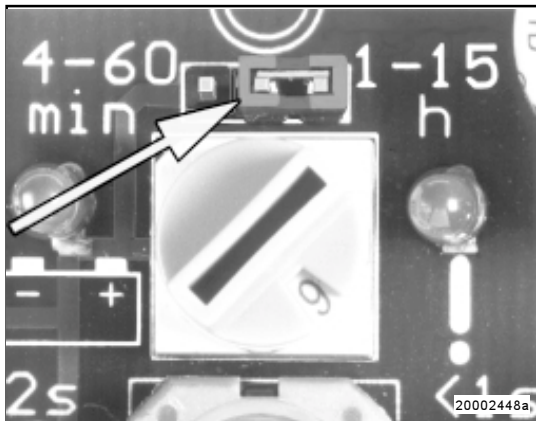

Abb. 15 - Vorwahl der Zeitbereiche
- Die Zeitbereiche (Stunden oder Minuten) lassen sich, durch Umstecken des Jumpers an der Steuerplatine (Abb. 15) verändern.